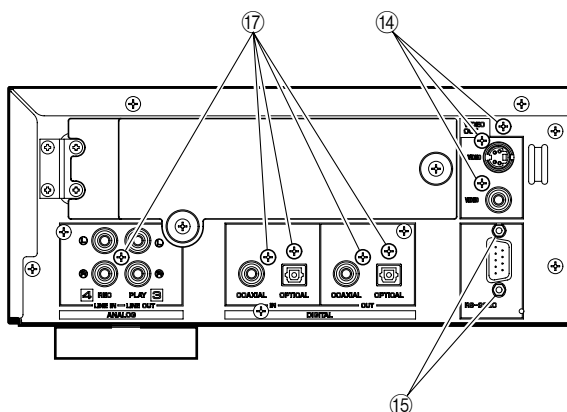

Fig. 17
- i. Remove 3 screws (14) and 2 jack screws (15). (Fig. 17)
- l. Remove 5 screws (17). (Fig. 17)
- i. ⑭のネジ3本、⑮のジャックスクリュー2本を外します。(Fig. 17)
- l. ⑰のネジ5本を外します。(Fig. 17)